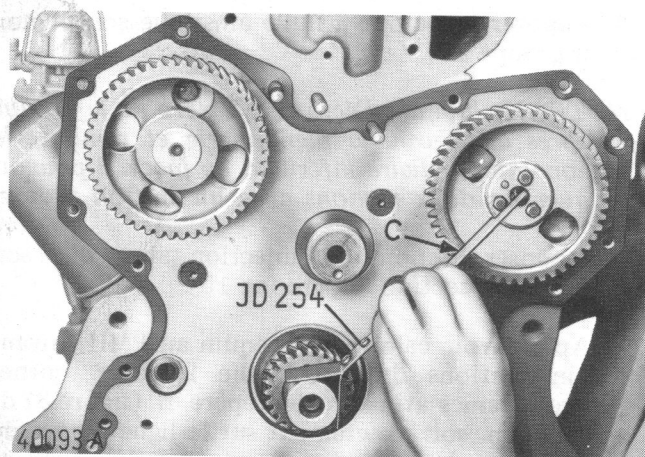

Fig. 4 — Calage du pignon de la pompe d'injection, avec l'outil JD 254
6. Après avoir calé le vilebrequin au PMH, suivant les instructions du paragraphe 2, faire tourner l'arbre de la pompe d'injection afin que le repère c (fig. 4) de son pignon soit exactement sur la ligne d'axes du vilebrequin et de l'arbre de pompe. Effectuer ce calage avec l'outil n° JD 254, comme le montre la figure 4. **IMPORTANT:** Bien utiliser les repères correspondant au nombre de cylindres du moteur.